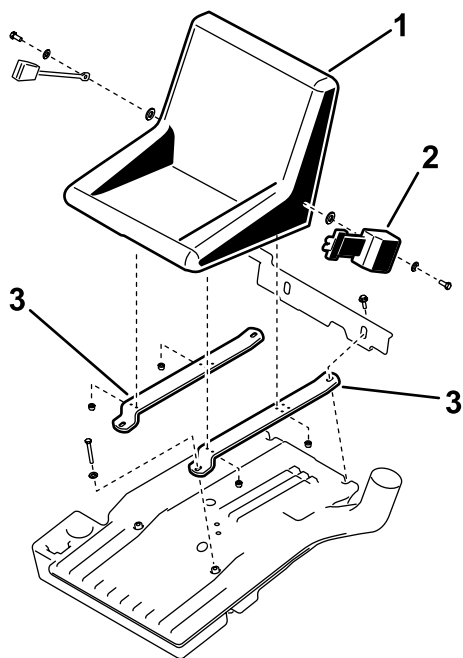

Figura 1
1. Retire os quatro parafusos e anilhas que fixam as correias de suporte do banco ao depósito de combustível (Figura 1).
3. Remova e deite fora os parafusos e anilhas que fixam o cinto de segurança ao banco existente (Figura 1).
4. Remova e deite fora as quatro porcas de bloqueio que fixam o banco às correias de suporte existentes (Figura 1).